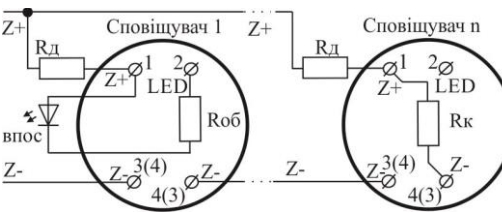

Рисунок 4.2 – Підключення сповіщувача в шлейф, ВПОС або світлодіода
4.4 Якщо за проектом використовують ВПОС з живленням від ШС, то його мінусовий контакт через резистор R_{об} з'єднують з гвинтовою клемою з маркуванням **«2» (LED)**, а плюсовий – гвинтовою клемою з маркуванням **«1» (Z+)** (Рис. 4.2, номінал R_{об} залежить від типу ВПОС і його робочого струму, а також чи використовується R_д; сума R_д та R_{об} має бути не менше 3 кОм).